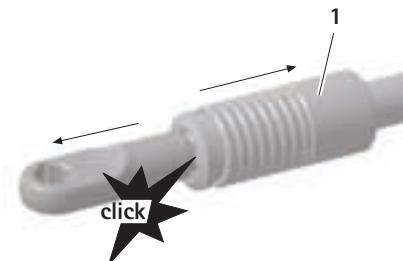

Fig. 4
- ▶ Agarrar el acoplamiento rápido 1 de la pieza de conexión A o el soporte universal UNITRAC J por el mango y tirar hacia atrás, ver Fig. 4.